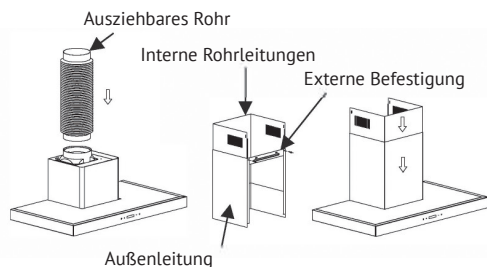

Abb. 3
3. Befestigen Sie die äußere Kanalconsole und stellen Sie sicher, dass das Innenrohr frei in der Höhe verstellt werden kann, und befestigen Sie das Verlängerungsrohr. Danach das Verlängerungsrohr und den Kanal auf der Haube installieren. Siehe Abb. 3.